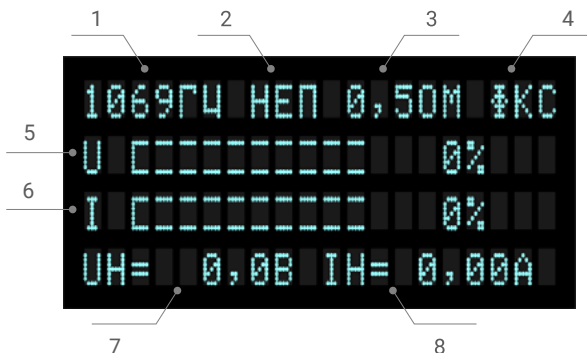

Рисунок 5 - Стартовый рабочий экран
5.3.7. Стартовый рабочий экран. По окончании загрузки, если способ управления выбран верно (автономно или дистанционно) на дисплей выводится стартовый рабочий экран (Рис.5).
5.3.8. Кнопка **«АУТО»** управляет способом выбора выходного сопротивления генератора и соответствующей выбору индикацией (Рис. 5, п. 4). Нажатие кнопки вызывает поочередную смену индикации **«ФКС»** и **«АВТ»**.
В нижней строке отображаются числовые значения напряжения и тока нагрузки (Рис. 5 п. 7, 8)